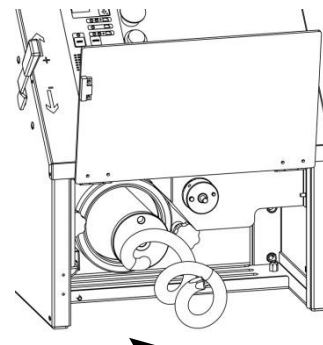

Fig. 14
- Montare le quattro gambe, lo scivolo e la porta per l'uscita della pasta (fig. 14)